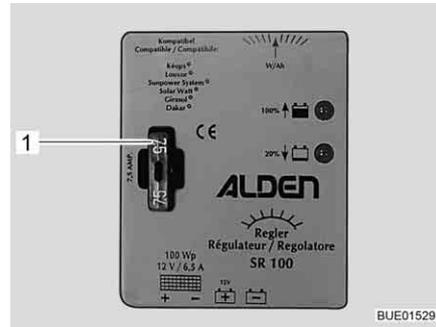

Fig. 146 Fusível do regulador de carga do painel solar 100 W
- Troque o fusível plano 5 A/castanho claro (Fig. 146,1).